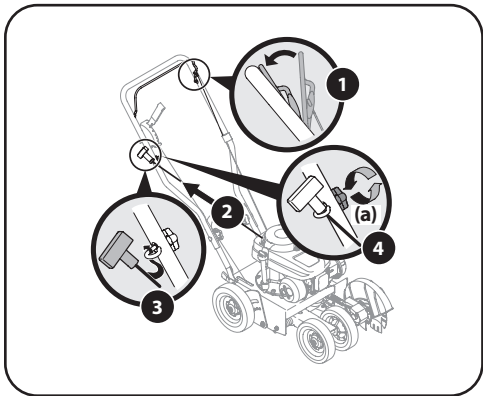

Figura 2-5
1. Párese detrás de la unidad y sostenga el control de la cuchilla contra la barra superior. Vea la Figura 2-5.
**NOTA:** La cuerda de arranque no se separa del motor a menos que el control de la cuchilla (consulte la Figura 2-5) esté presionado contra la barra superior.